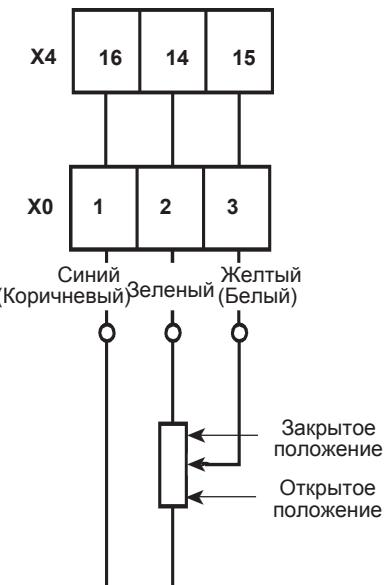

Рис. 14 Потенциометр обратной связи EL5952
**Примю:** На рис. 14 показано подключение потенциометра.